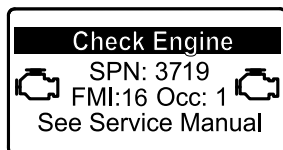

Figura 29
- Si es necesario realizar la regeneración con la máquina aparcada, el InfoCenter muestra la advertencia del motor SPN 3719, FMI 16 (Figura 29) y el ordenador del motor reduce la potencia del motor al 85 %.